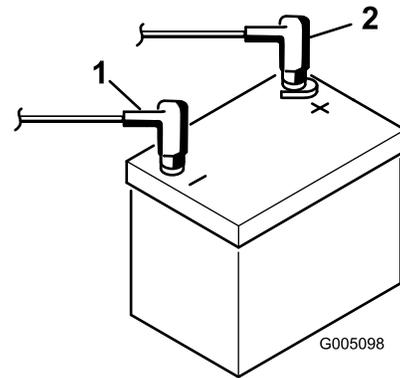

図 7
8. 赤いプラス (+) ケーブルをバッテリーのプラス (+) 端子に、黒いマイナス (-) ケーブルはバッテリーのマイナス (-) 端子にはめ、ボルトとナットで固定する (図 7)。ショート防止のために (+) 端子にゴムキャップをかぶせる。